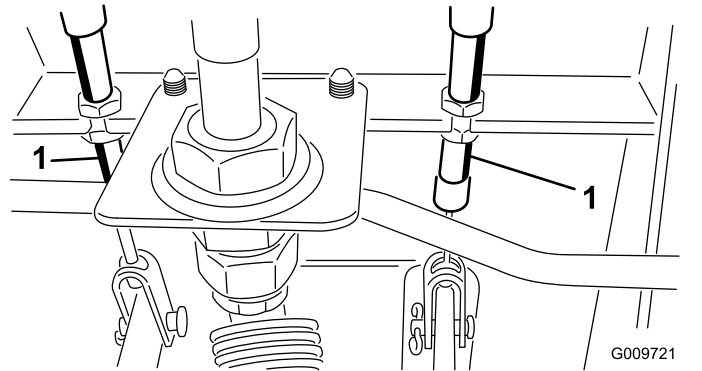

図 47
- A. ブレーキケーブル 図 47 の端にある前ナットをゆるめる。